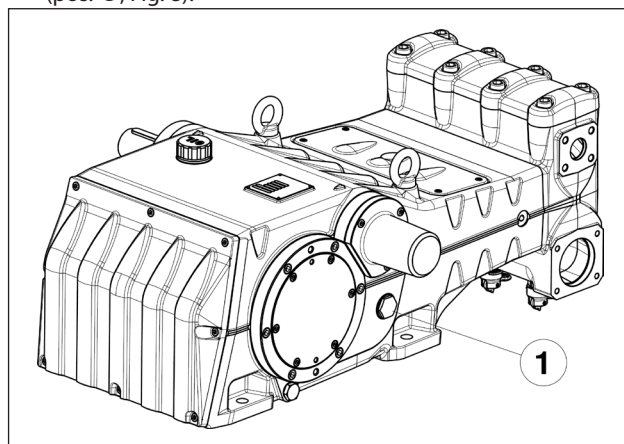

Fig. 8
- L'olio nel carter pompa sia al livello previsto verificandolo con le apposite spie di livello poste ai lati del carter (pos. ①, Fig. 8).